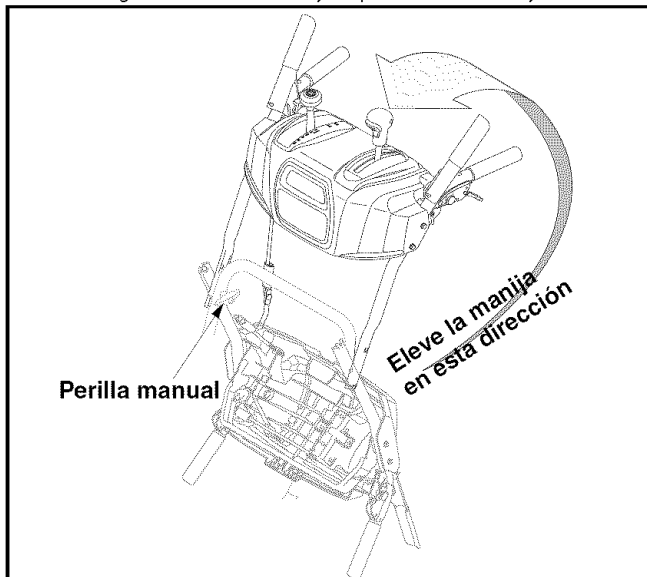

Figura 1
1. Eleve el montaje de la manija superior en la dirección que se indica en la Figura 1. Alinee la manija superior con las manijas inferiores.
2. Ajuste las dos perillas manuales firmemente para asegurar la manija superior a las manijas inferiores. Vea la Figura 1.